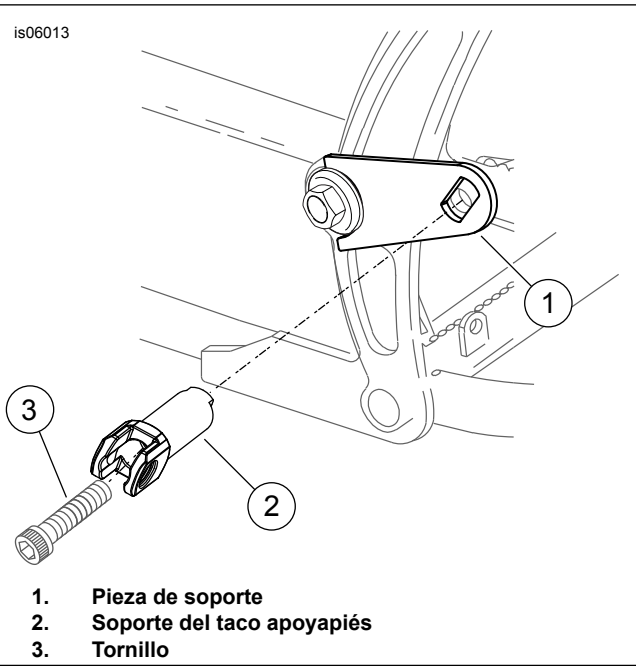

Figura 2. Instalación de piezas de soporte y soportes del taco apoyapiés
1. Consulte Figura 2. Instale las piezas de soporte del taco apoyapiés (1) y los soportes (2) de la siguiente manera:
- a. Coloque la pieza de soporte del taco apoyapiés (1) en la posición indicada e inserte el tornillo (3) que extrajo antes, atravesando el soporte (2) y colocándolo en el agujero de montaje del taco apoyapiés que está en la estructura.
- c. Ajuste el tornillo (3) a 61-67,8 Nm (45-50 pie-lb).
2. Consulte la I-Sheet para ver instrucciones sobre cómo instalar las placas apoyapiés (A) y (B) y los pasadores de pivote en su motocicleta.